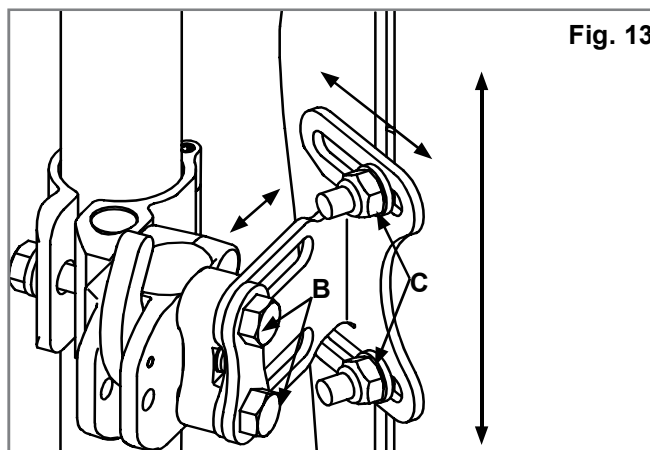

Fig. 13
- Justera ryggdynan till önskad position, (Fig.13), djup, lutning och höjd och handdra sedan skruvar (B) och muttrar (C).